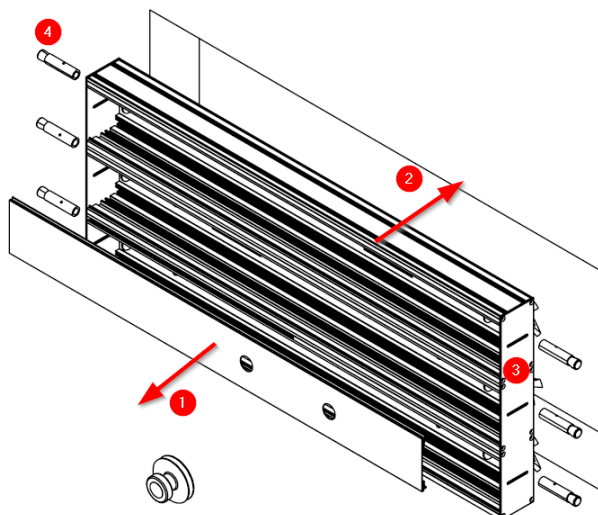

Fig.7 Montaje del equipo en alojamiento
Ya se puede proceder a precolocar el equipo en el alojamiento previsto (2) terminando de realizar el anclaje de este mediante la tornillería (4) que corresponda a la superficie de montaje (Véase puntos 4.2.1 y 4.2.2 de este manual). (Véase Fig. 7).